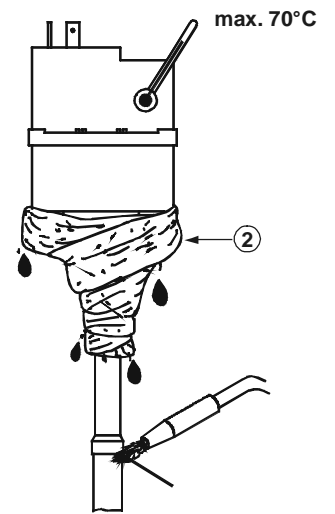

Fig. 3
Złącze lutowane patrz Rys. 3. W celu utrzymania temp. obudowy poniżej 70°C w czasie lutowania należy stosować wilgotną szmatkę.
Fig. 3 per attacco a brasare. Usare uno straccio bagnato (2) per mantenere la temperatura dell'involucro sotto i 70°C durante la brasatura.